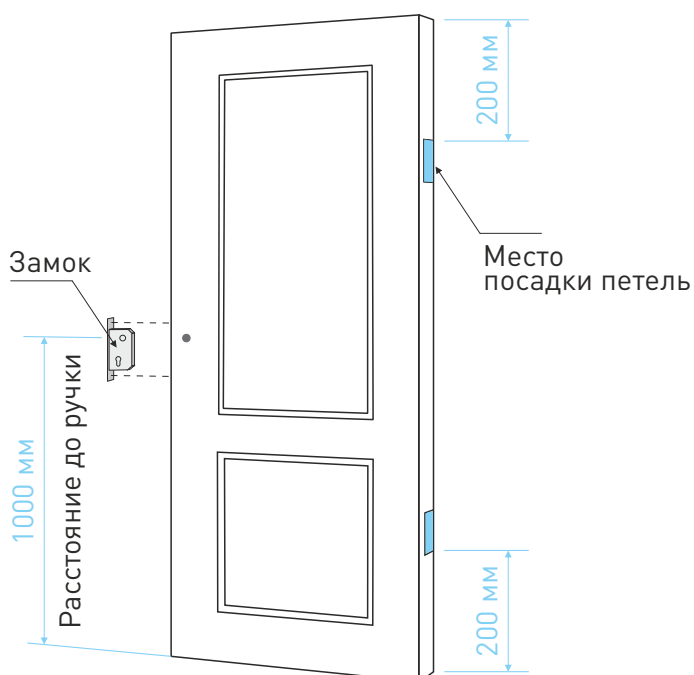

Рисунок 1
- Сделайте на полотне разметку (Рис.1)